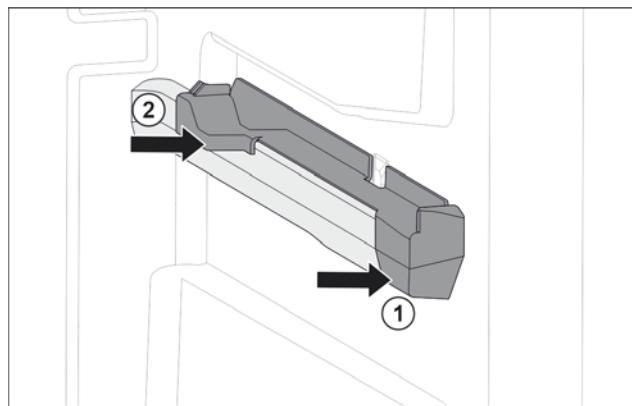

Fig. 80 Вставная часть на правом контейнерном ребре
- Наденьте вставную часть спереди на контейнерное ребро. Fig. 80 (1)
- Нажмите на вставную часть сзади. Fig. 80 (2)